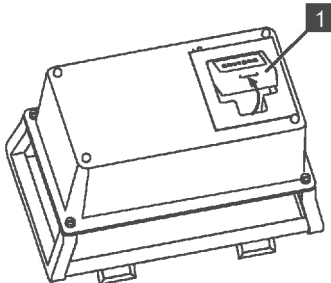

Abb. 202
2. Die leere Batterie (Abb.202/1) auf der Rückseite der Funksteuerung entnehmen.